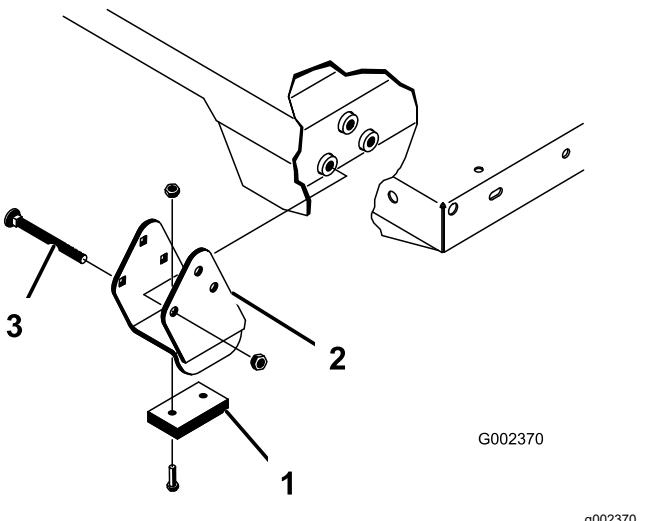

Figura 25
2. Posizionate attentamente il pianale sul telaio della macchina, allineando i fori della piastra di articolazione del pianale posteriore con i fori nel canale del telaio posteriore e montate i 2 perni con testa e le coppiglie ad anello (Figura 25).
4. Inserite il perno con testa dall'esterno del pianale, con la coppiglia ad anello orientata verso l'esterno (Figura 25).
Assicuratevi che le staffe distanziali e i blocchi di usura (Figura 25) siano montati con le teste dei bulloni a testa tonda posizionate all'interno della macchina.